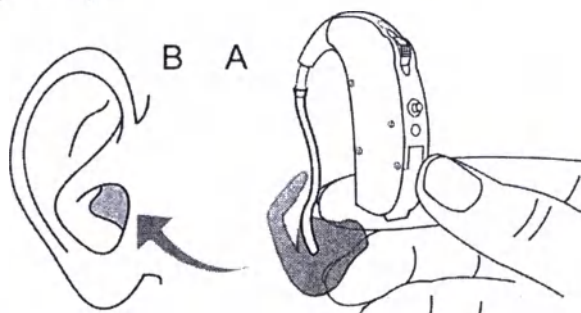

Рисунок 5 – Установка ушного вкладыша
2.1.4.1 Вставьте кончик ушного вкладыша в Ваш слуховой проход, слегка его поворачивая. Убедитесь, что верхняя часть ушного вкладыша (А) попала под завиток (В) Вашей ушной раковины (рисунок 5).